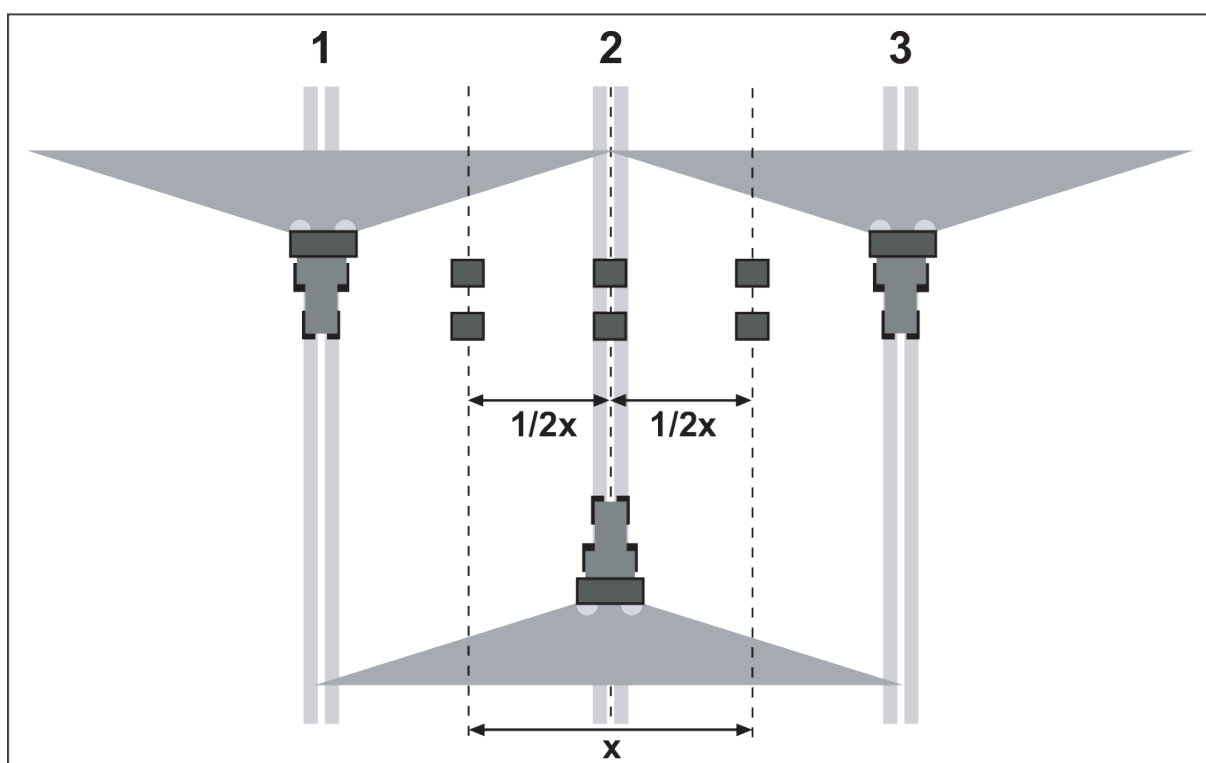

Fig. 35: Opstilling til tre kørsler
- ▶ Opstil to opsamlings-skåle med en indbyrdes afstand på **1 m** efter hinanden i overlappingszonerne (mellem køresporene) og i det midterste kørespor (Fig. 35).